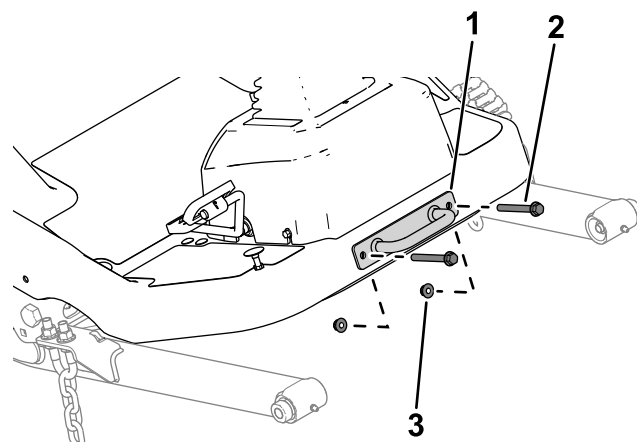

Bild 11
1. Entfernen Sie die Befestigungshalterung von der Plattform (**Bild 11**).